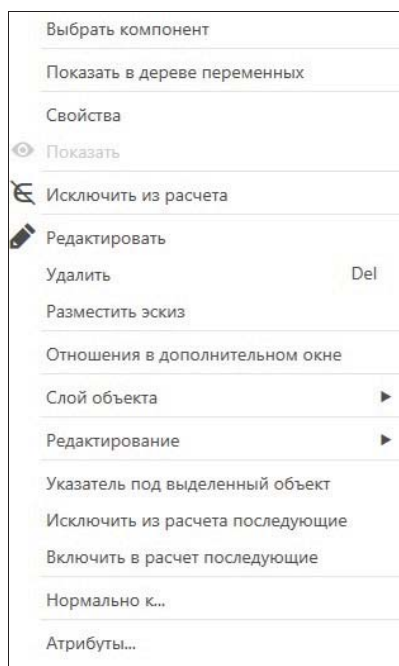

Рис. 23.7. Контекстное меню объекта "Деталь"
- ◆ **Указатель окончания построения** — горизонтальная линия, ограничивающая **Дерево** построения снизу и разбивающая его на две части. Положение **Указателя** меняется при выделении его ЛК мыши и перемещении вверх или вниз при нажатой кнопке мыши. Вместо перемещения **Указателя** можно воспользоваться командой из контекстного меню **Указатель под выделенный объект** (рис. 23.7);
- ◆ контекстные меню вызываются щелчком правой кнопки мыши на выделенном объекте **Дерева**. Контекстные меню позволяют настраивать объекты как по отдельности, так и группами (для этого перед вызовом команды нужно выделить все объекты, к которым она должна быть применена). Контекстное меню содержит не только команды изменения свойств, но и другие команды управления объектами (см. следующий раздел). На рис. 23.7 представлено контекстное меню объекта **Дерева** построения Детали.